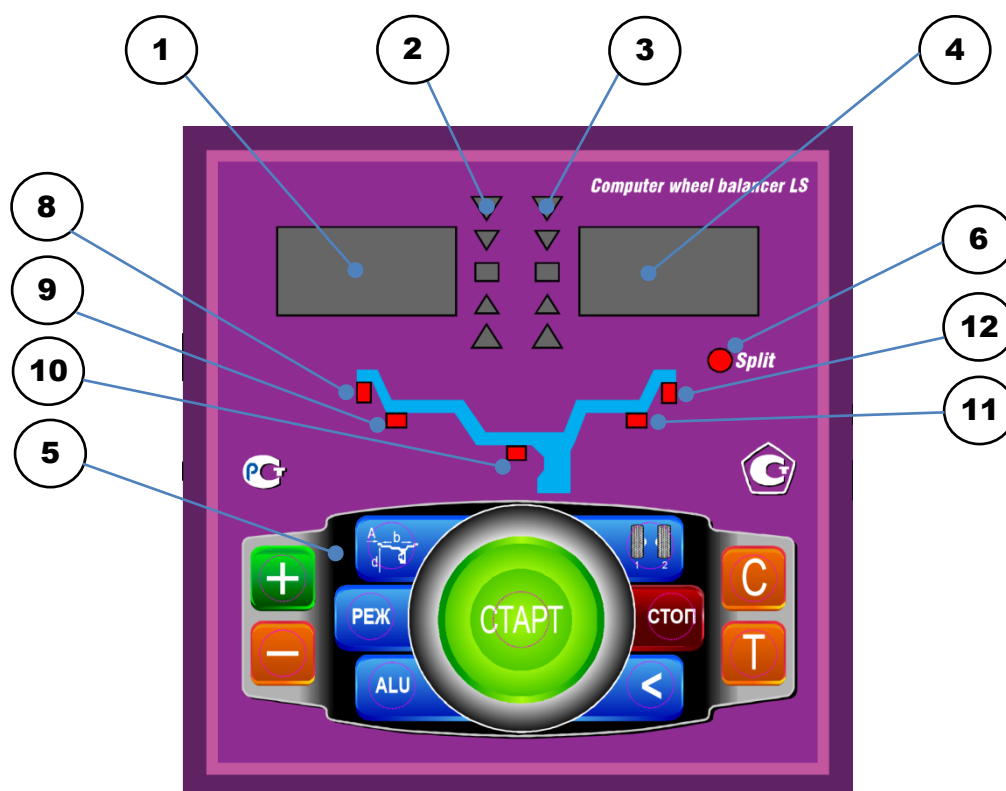

рис.8.1.
8.1. Общий вид лицевой панели показан на рис. 8.1.
При выдвижении штанги на индикаторах 1 (рис. 8.1) отображается значение параметра "А". Значение параметра "d" отображается на индикаторах 4.
Для ввода ширины нажмите кнопку "+" или "-" на индикаторах 1(рис.8.1) высветится "-b-", а на индикаторах 4 значение ширины диска. Через 2-3 сек после установки ширины индикаторы в режим отображения текущего дисбаланса.
Дважды нажать кнопку "A, d, b", после чего на индикаторах 1 (рис.8.1) загорается символ "A", а на индикаторах 4 исходная величина дистанции. Нажимая кнопки "-" и "+" установить на индикаторах 4 требуемую величину дистанции. Через 2-3 сек после установки дистанции показания на индикаторах 1 и 4 возвращаются к отображению текущего дисбаланса, а кнопки "-" и "+" возвращаются в режим ввода ширины обода.
11.1. Переключение схем ALU1-ALU5 осуществляется последовательным нажатием кнопки "ALU" при этом схема установки грузов отображается загоранием соответствующих светодиодов 8-12 (рис.8.1), кроме того, на индикаторах 1 отображаются символы ALU, а на индикаторах 4 номер 1-5. Через 2-3 сек. после установки требуемой программы ALU индикаторы 1-4 переходят в режим отображения дисбаланса.
12.3. Для входа в программу Split удерживайте кнопку РЕЖ, до того как загорится светодиод 6 (рис.8.1) и на индикаторах 1 загораются символы "SPn", означающие, что необходимо ввести число спиц обода колеса, подлежащего балансировке. При этом на индикаторах 4 загорается цифра 5. Если число спиц колеса отличается от 5, кнопками "-" и "+" установить на индикаторах 4 фактическое число спиц колеса.
12.4. Запустите СБ. После остановки вала установите любую спицу обода колеса вертикально вверх (на 12 часов) и нажмите кнопку С. После чего, на индикаторе 1 и линейке 2 (рис.8.1) будут указаны величина и место установки корректирующего груза на внутренней плоскости.
кнопку "1-2". Визуальный контроль того, какие параметры установлены в данный момент, осуществляется нажатием "A,d,b" на индикаторах 4 (рис.8.1) будут последовательно отображены, установленные в данный момент диаметр, ширина обода и дистанция.
14.1. При включении тумблера питания СБ на индикаторах 1 (рис. 8.1) высвечивается трёхзначное число -номер версии программного обеспечения. Через 2-3 сек на индикаторах 1 и 4 должны загореться нули, кроме того должны загореться светодиоды 8 и 12, что свидетельствует о включении режима стандартной балансировки с установкой на обеих плоскостях коррекции грузовиков на пружинках. На линейках 2 и 3 (рис. 8.1) должны загореться центральные светодиоды.
14.2. При включении СБ программа измерения дисбаланса настраивается таким образом, что дисбаланс менее 8 г (заводская установка для легкового режима) на любой плоскости коррекции не показывается, в этом случае на индикаторах 1 и 4 (рис. 8.1) высвечиваются "0". Минимальный дисбаланс отображающийся на индикаторах 1 и 4 равен 8г. Дисбаланс, превышающий 8г, округляется до величины кратной 5, т. е. дисбаланс 9, 10, 11 и 12 г отображается цифрой 10, дисбаланс 13, 14,15, 16 и 17 г - цифрой 15 и т. д. Для просмотра неокруглённого значения дисбаланса или дисбаланса менее 8г. необходимо нажать кнопку "<", при этом на индикаторах 1 и 4 на 2-3 сек высвечиваются фактические значения дисбаланса, определённые в данном запуске.